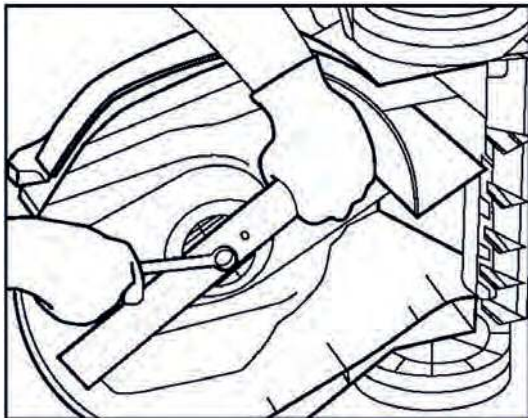

РИС.5
3. Удерживая нож, с помощью гаечного ключа отсоедините болт крепления ножа и снимите шайбу (рис. 5).